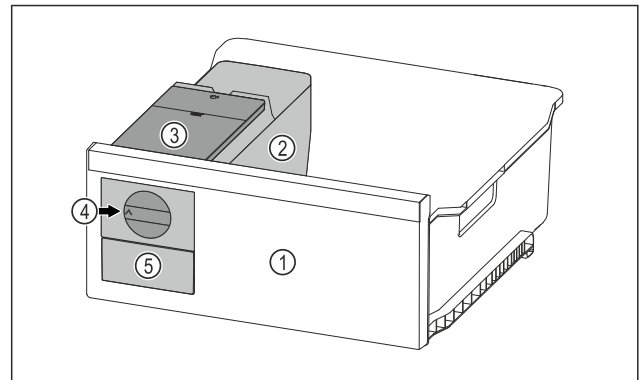

Fig. 80 Príklad zobrazenia
- ▶ Otočný gombík Fig. 80 (4) otočte v smere hodinových ručičiek až na doraz.
- ▷ Kocky ľadu vypadávajú z misky na kocky ľadu do zásuvky na kocky ľadu Fig. 80 (5).